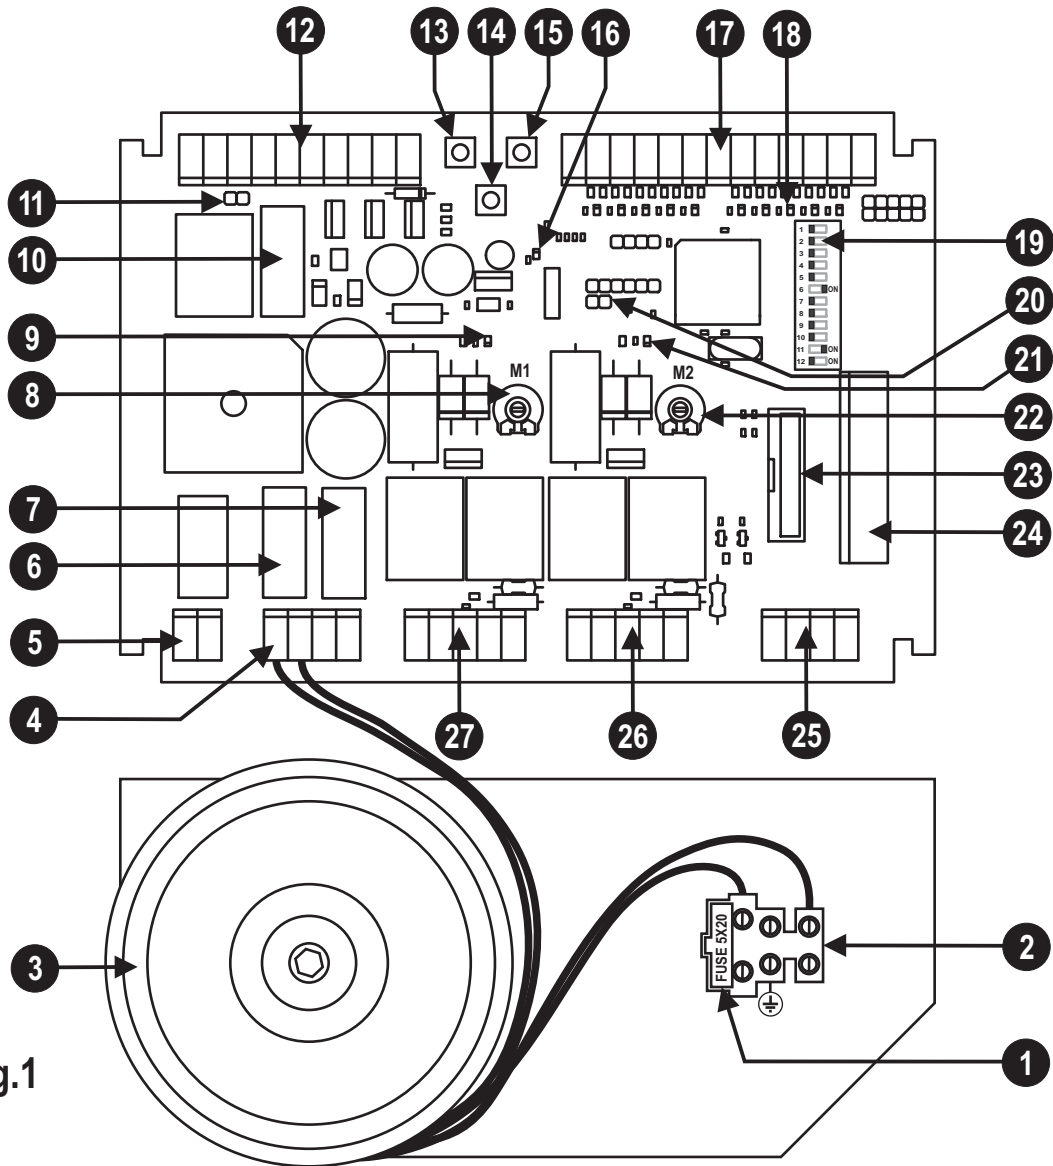

Fig.1
- Inserire la ricevente nel connettore (particolare 23 di fig. 1)
### DESCRIPTION DES PARTIES (Fig. 1)